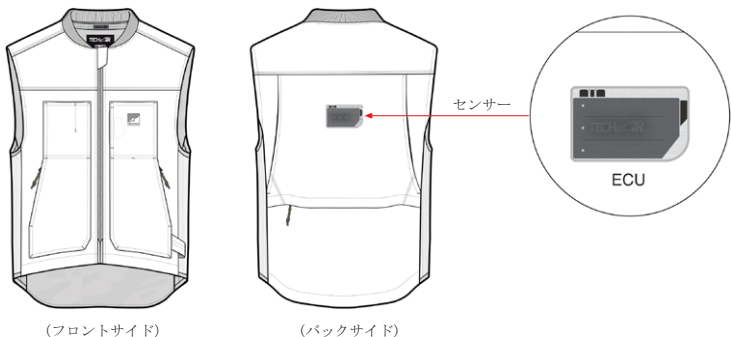

図1：センサーの位置
本システムはエアバッグ電子制御ユニット（センサー内蔵）と LED ディスプレイ (2) を内蔵したベストで構成されています（図 1）。エアバッグ電子制御ユニットには3軸加速度計1個と3軸ジャイロスコープ1個（センサークラスタとも呼ばれる）が内蔵されています。これらのセンサーは、衝撃や予期せぬ動きに対してユーザーの身体を監視します。ユーザーの身体に大きな、または急激なエネルギーが加わった場合、システムは展開します。これは、モーターサイクルが他の車両や障害物と衝突したとき、ライダーがコントロールを失ったとき、またはライダーがモーターサイクルから転倒したときなど、モーターサイクルが事故に巻き込まれたときに発生する可能性があります。